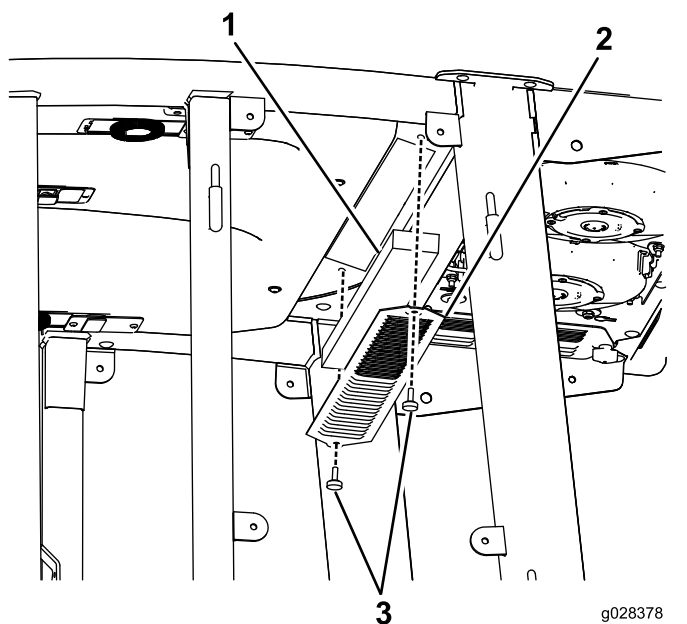
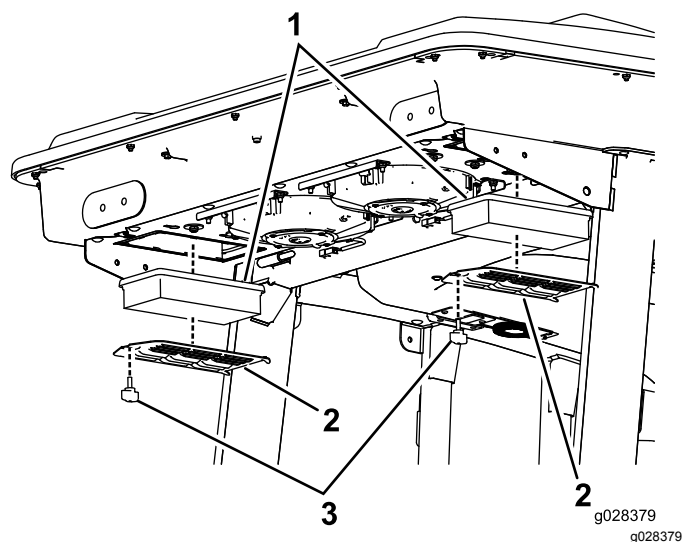
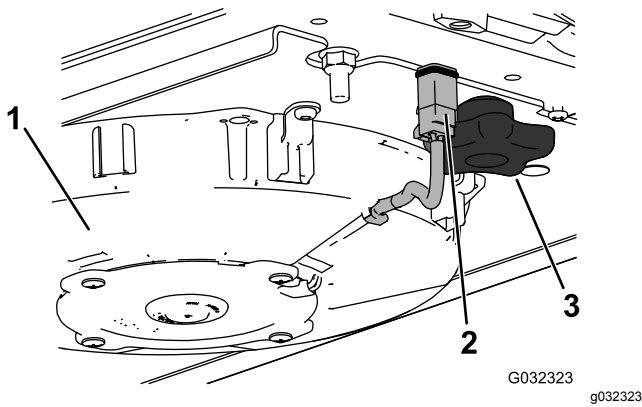
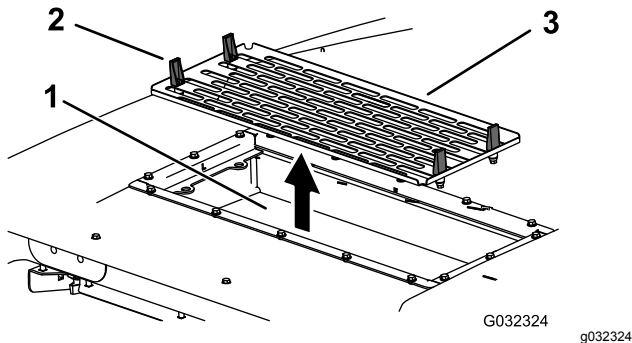

図 135
図 136
図 138
図 139
1. 室内用と後部用のエアフィルタからねじを外して格子を外す 図 135 と 図 136。
2. 各ファンの配線を外す 図 138。
4. エアコンアセンブリのラッチ4個を外してスクリーンを取り外す 図 139。
5. エアフィルタを取り外す 図 136。
7. エアフィルタ、スクリーン、ファンアセンブリを取り付ける 図 136、図 138、図 139。
8. 各ファンの配線を元通りに接続する 図 138。